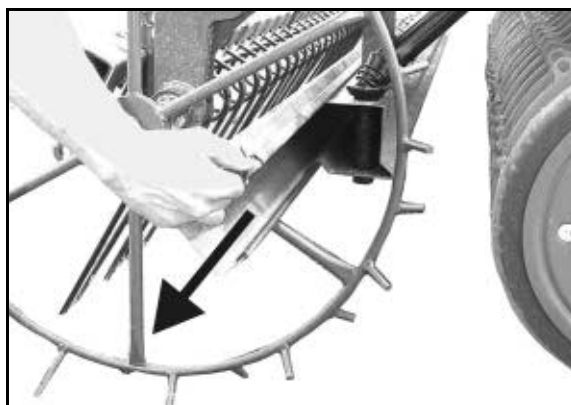

Fig. 35
- o Afdraaislinger en afdraaigoten weer in transportstand (Fig. 35 / Fig. 38) brengen.